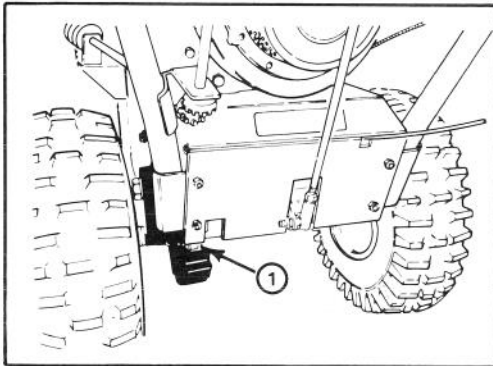

Figure 18
1. Une fois par an, la chaîne d'entraînement doit être lubrifiée à l'aide d'une huile pour chaîne (fig. 18). Essuyez toute huile qui a coulé à l'extérieur.